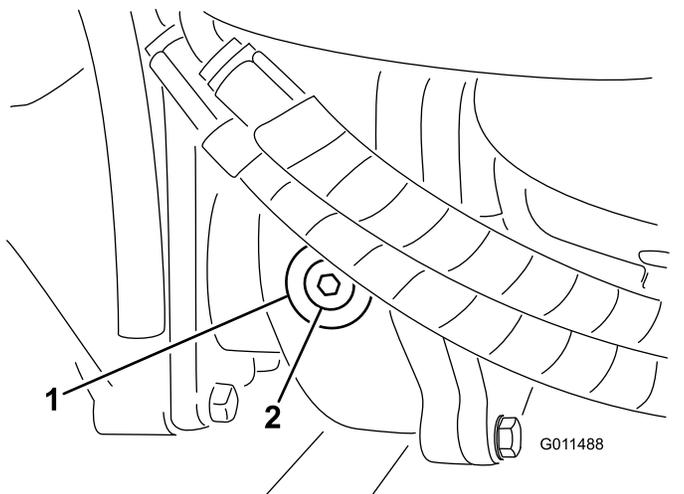

Bild 93
2. Entfernen Sie die Prüf-/Füllschraube an der linken Getriebeseite (**Bild 93**) und stellen sicher, dass der Schmierstoff die Unterseite des Lochs erreicht. Füllen Sie bei einem niedrigen Stand genug Schmiermittel auf, um den Stand bis an die Unterseite des Lochs anzuheben.